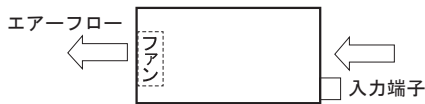
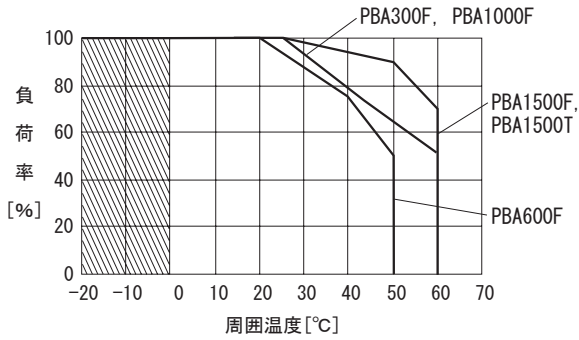

図 7.2 エアフロー (-F3)
図 7.3 動作周囲温度によるディレーティング特性 (-F3)
- ・標準品との相違点は図 7.2、図 7.3 の通りです。